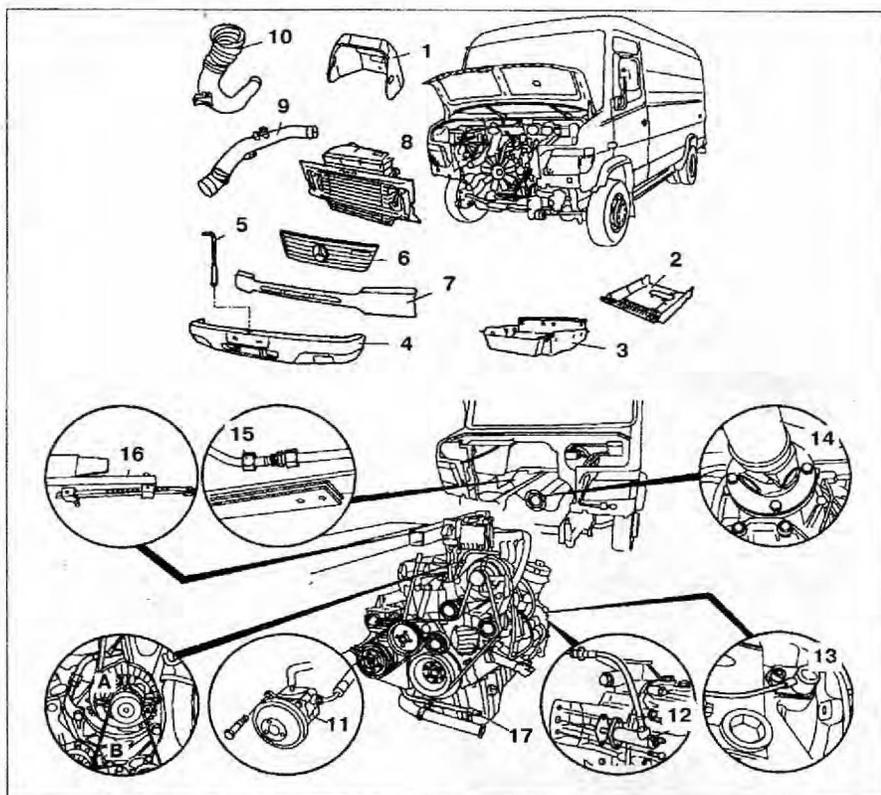

Рис. 2.1. Снятие и установка двигателя:
2. Снимите крышку двигателя **1** (рис. 2.1). Снимите защитную крышку **2** коробки передач и защитную крышку **3** двигателя.